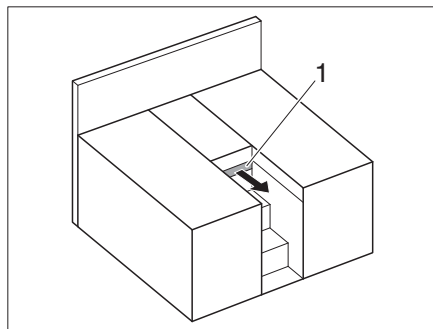

Fig. 159 Camas individuales
- Extraer la extracción (Fig. 159,1).